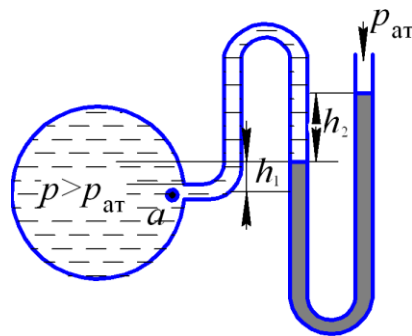

Рисунок 1.19
**Задача 16** (рис. 1.19). Определить манометрическое давление в точке *a* водопровода, если заданы высоты  $h_1$  и  $h_2$ . Удельный вес ртути принять равным  $\gamma_{рт} = 133,4$  кН/м3. Исходные данные к задаче приведены в табл. 16.